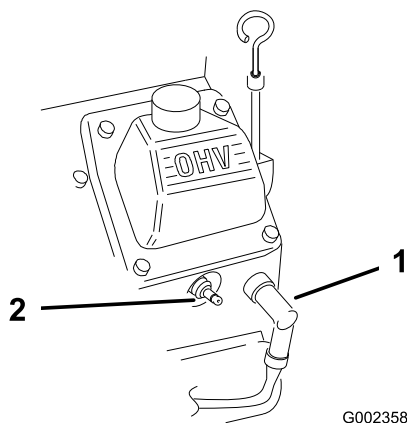

Рисунок 26
2. Отсоедините провода от свечей зажигания (Рисунок 26).
3. Подсоедините провода к свечам зажигания (Рисунок 26).